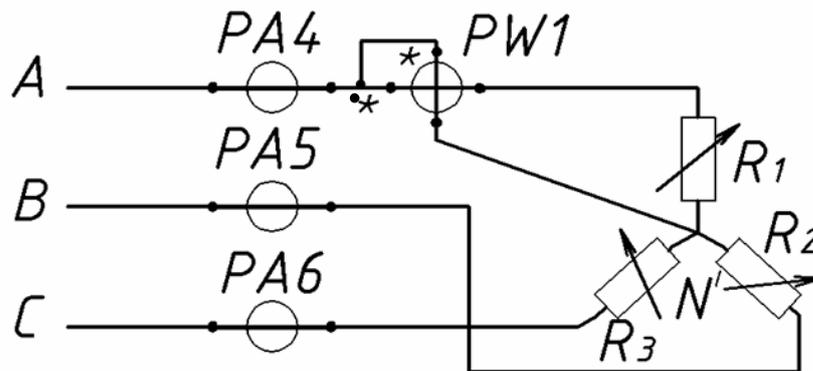

Рисунок 3 – Схема замера активной мощности методом одного прибора
- 1 Собрать схему (рисунок 3).